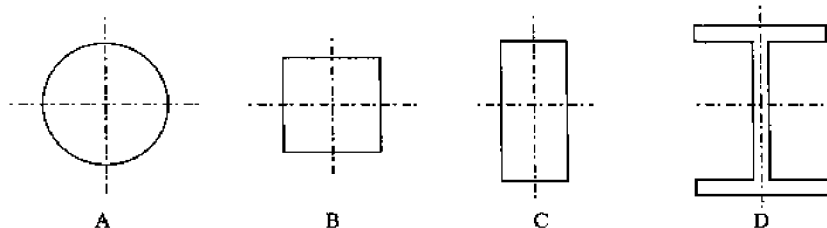

图 2-3
8. 如图 2-3 所示的四种截面梁,材料和截面面积相等。从强度的观点考虑,图_____所示的截面梁在铅直面内所能够承担的弯矩最大。